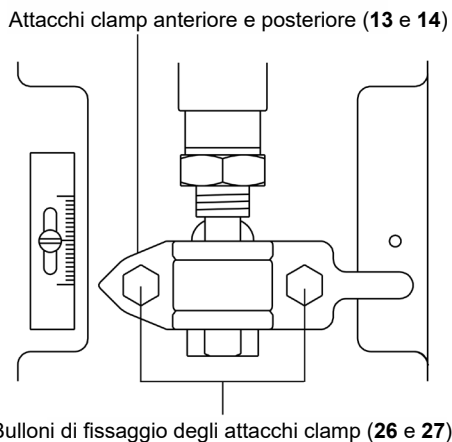

Fig. 8
- Allentare e rimuovere i dadi e i bulloni degli attacchi clamp (**26** e **27**, rif. Fig. 8) e rimuovere l'adattatore della valvola (**11**).